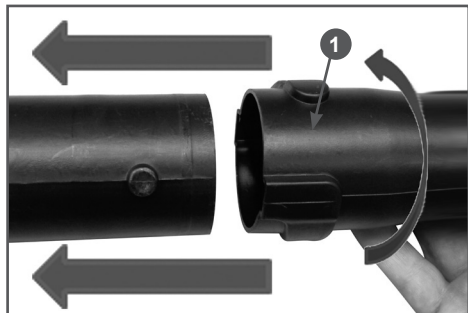

Рис. 5 Установка трубы напорной «В»
- Соедините выступы на трубе «А» с пазами в трубе «В». Нажмите на трубу «В» в сторону трубы «А» до упора и поверните трубу «В» против часовой стрелки (если смотреть со стороны двигателя) до плотной её фиксации (Рис. 5).